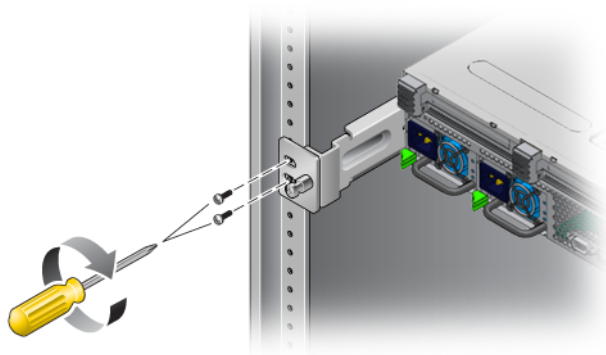

FIGURE 3-5 Fixation de la partie arrière du serveur au rack
9. À l'aide de deux vis pour chaque support de montage arrière, fixez les supports de montage arrière à l'arrière du rack (FIGURE 3-5).